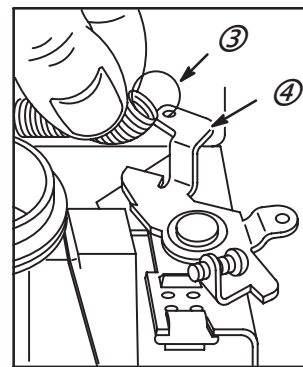

Fig. 54
3. Accrocher la boucle étroite (3) dans la biellette de papillon (4) comme indiqué en Fig. 54.